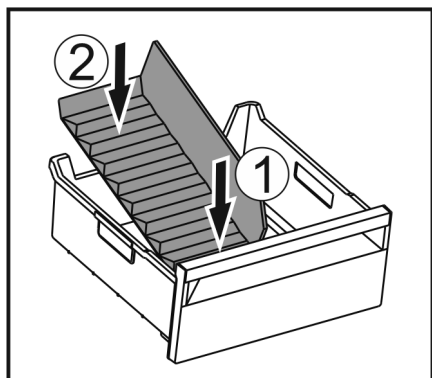

Fig. 222
- Inserire la parte anteriore del divisore dello scomparto del ghiaccio. Fig. 222 (1)
- Abbassare la parte posteriore del divisore dello scomparto del ghiaccio fino al fondo del cassetto. Fig. 222 (2)